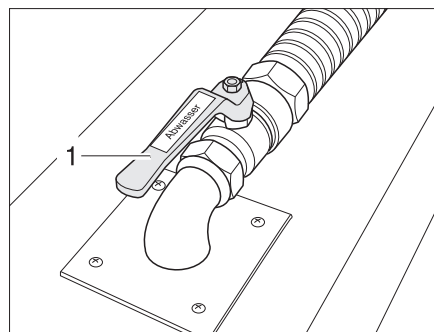

Fig. 342 Robinet d'évacuation des eaux usées
Le robinet d'évacuation des eaux usées (Fig. 342,2) est monté dans le double plancher. Le robinet d'évacuation est noir et identifié par le marquage "Abwasser" ("Eaux usées").
- Ouvrir le robinet d'évacuation des eaux usées (Fig. 342,1). Les eaux usées s'écoulent.